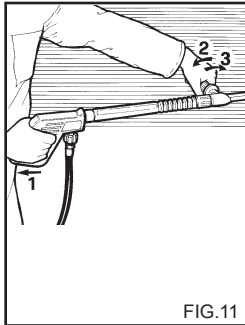

FIG.11
**BENUTZUNG DER DOPPELSTAB-PELTEN LANZE (Fig.11).**